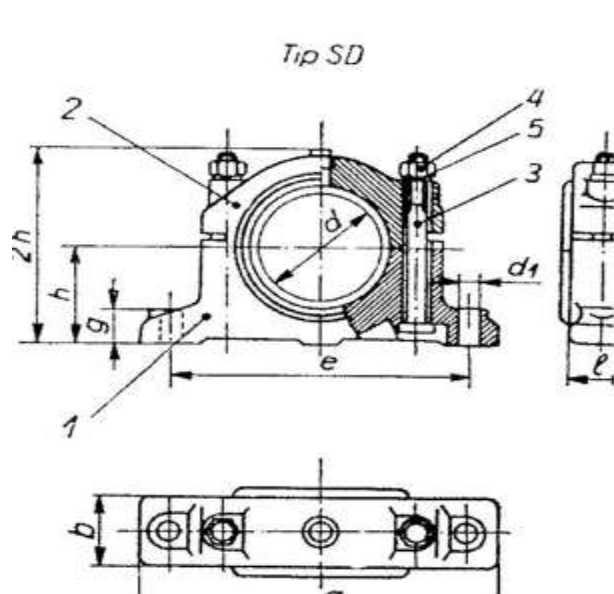
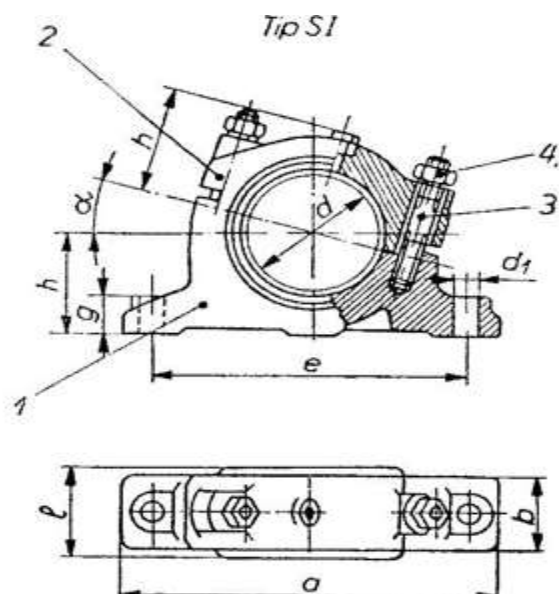

Fig.5 - Lagăr cu capac drept
Fig.6 - Lagăr cu capac înclinat
- tip SD, lagăre cu capac drept, pentru cuzineți scurți (fig. 5);
- tip SI, lagăre cu capac înclinat, pentru cuzineți scurți (fig. 6);
Părțile componente ale lagărelor din fig.5 și fig.6 sunt următoarele: 1 - corp; 2- capac; 3 - șurub, 4 - șaibă, 5 - piuliță